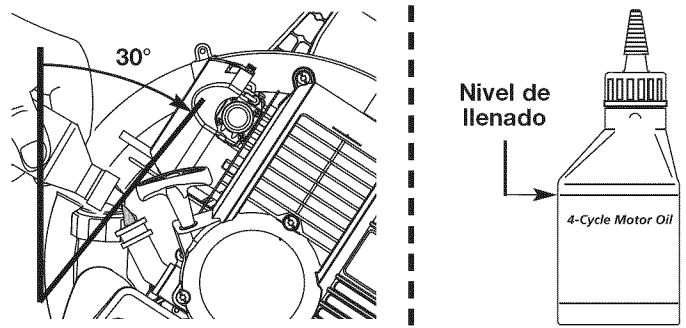

Fig. 23
4. Incline el unidad 30° (Fig. 23).
NOTA: Use la botella y la boquilla que guardó del uso inicial para medir la cantidad correcta. El nivel de 90 ml (3,04 onzas) está aproximadamente en la parte superior de la etiqueta de la botella (Fig. 23). Mida el nivel con la varilla de medición. Si el nivel está bajo, agregue una pequeña cantidad de aceite y vuelva a medir (Fig. 23). No lo llene demasiado.